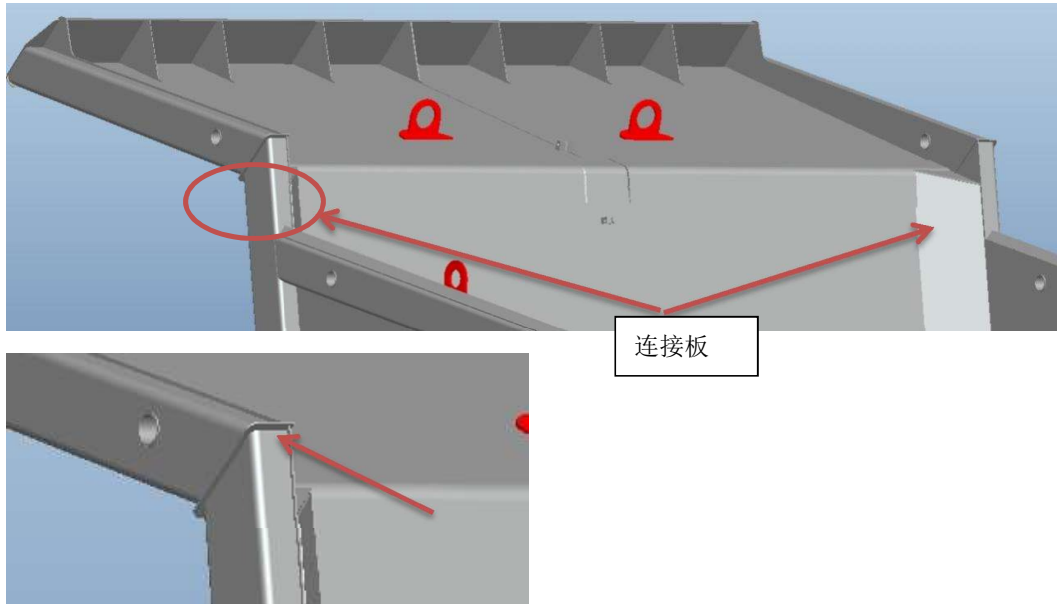
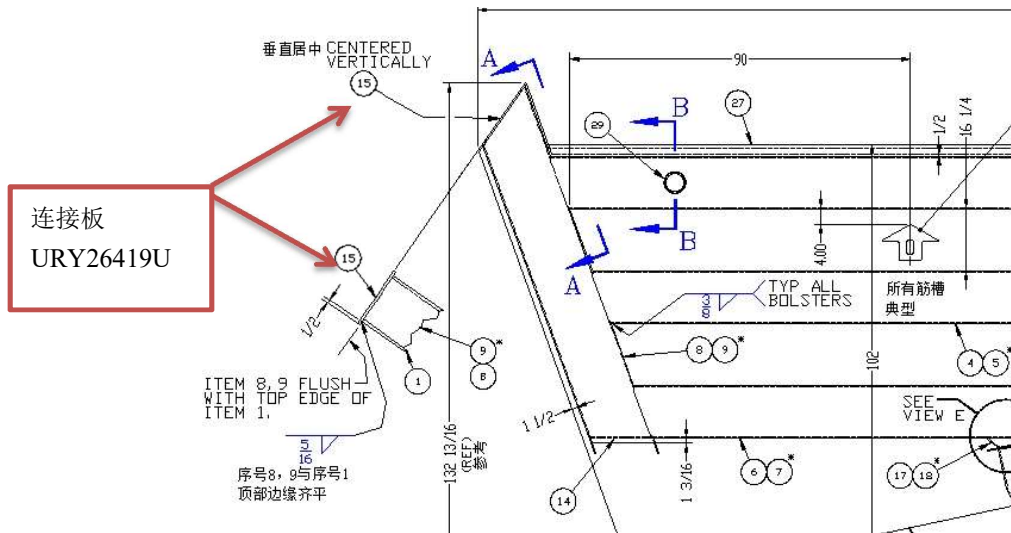

图 23 装配焊接连接板 URY26419U
图 24 装配焊接连接板 URY26419U
(4) Соберите и приварите соединительную плату URY26419U (количество - 2 шт., Толщину соединительной платы можно регулировать в соответствии с размером зазора), как показано на Рис. 23 и Рис. 24. Подробности см. На чертеже URA84401W.